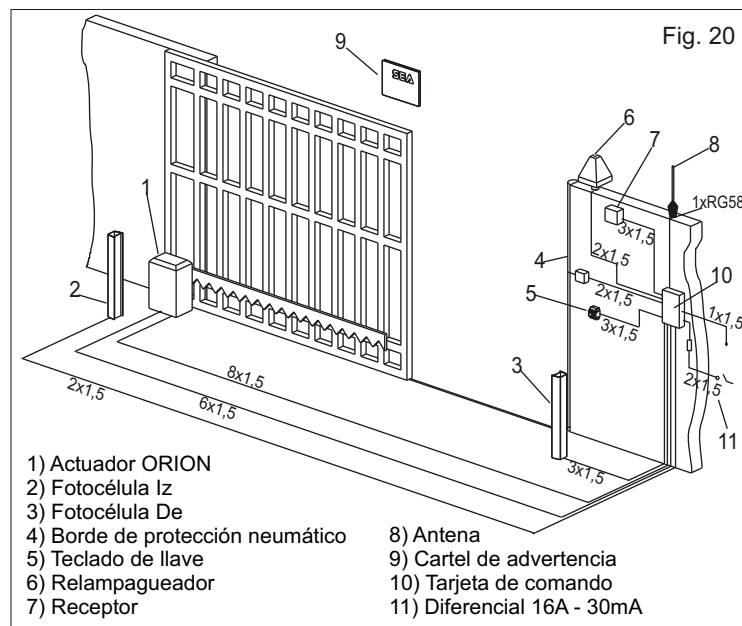

Fig. 20
9. CONEXIONES ELÉCTRICAS (Fig. 20)